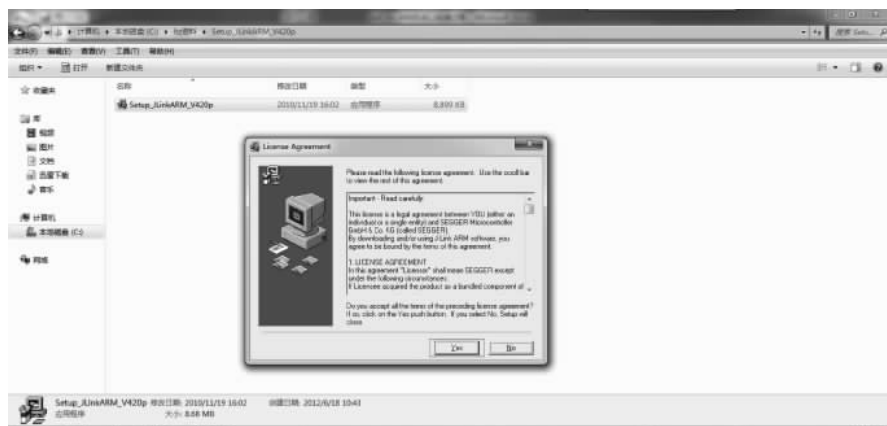

图 3.10 安装仿真器驱动
(1) 运行安装程序 Setup_JLinkARM_V420p 安装包,并单击 Yes 按钮,如图 3.10 所示。